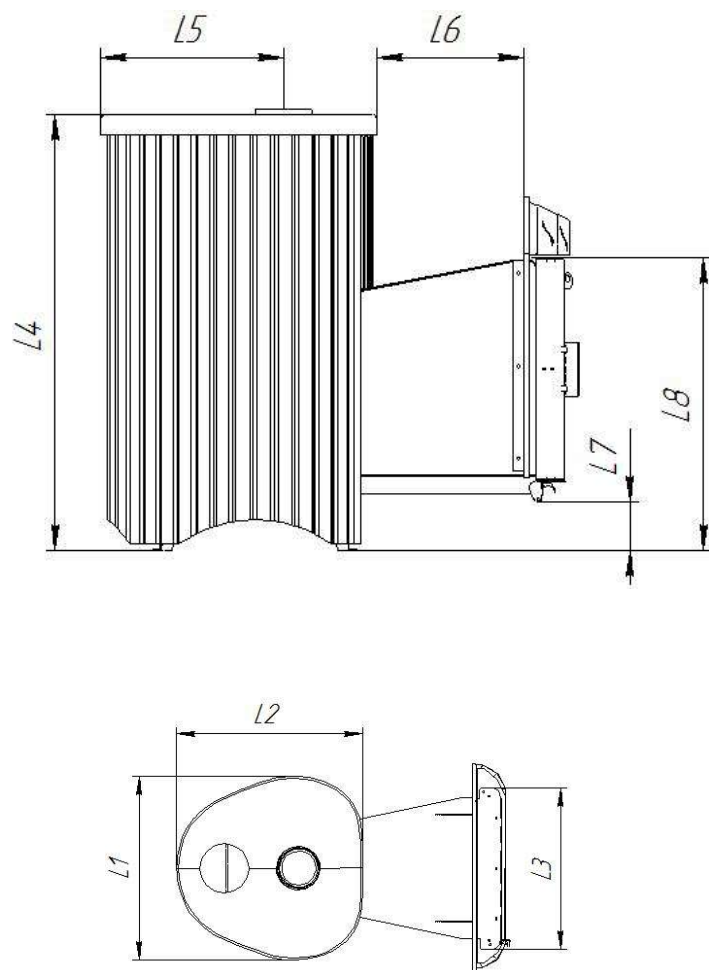

Рисунок 4.1. Общий вид печи, с нанесенными основными размерами
**4.1.** На рис. 4.1. показан общий вид печи с обозначенными основными размерами.
- 8.2.8.** Для установки печи «сквозь стену» сделайте или заранее спроектируйте в стене отверстие с такими размерами, чтобы вокруг тоннеля оставалось с каждой стороны свободное пространство, примерно 40-50 мм (рис. 8.2.1.). Необходимые для этого размеры печей показаны выше на рис. 4.1. и приведены в табл. 4.1.